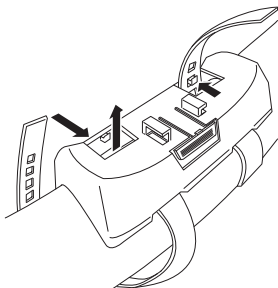

Abb. 16
2. Befestigen Sie den Halter an der Innenseite des Lenkrades, sodass der Halter in Richtung des Fahrers zeigt. (Abb. 16)